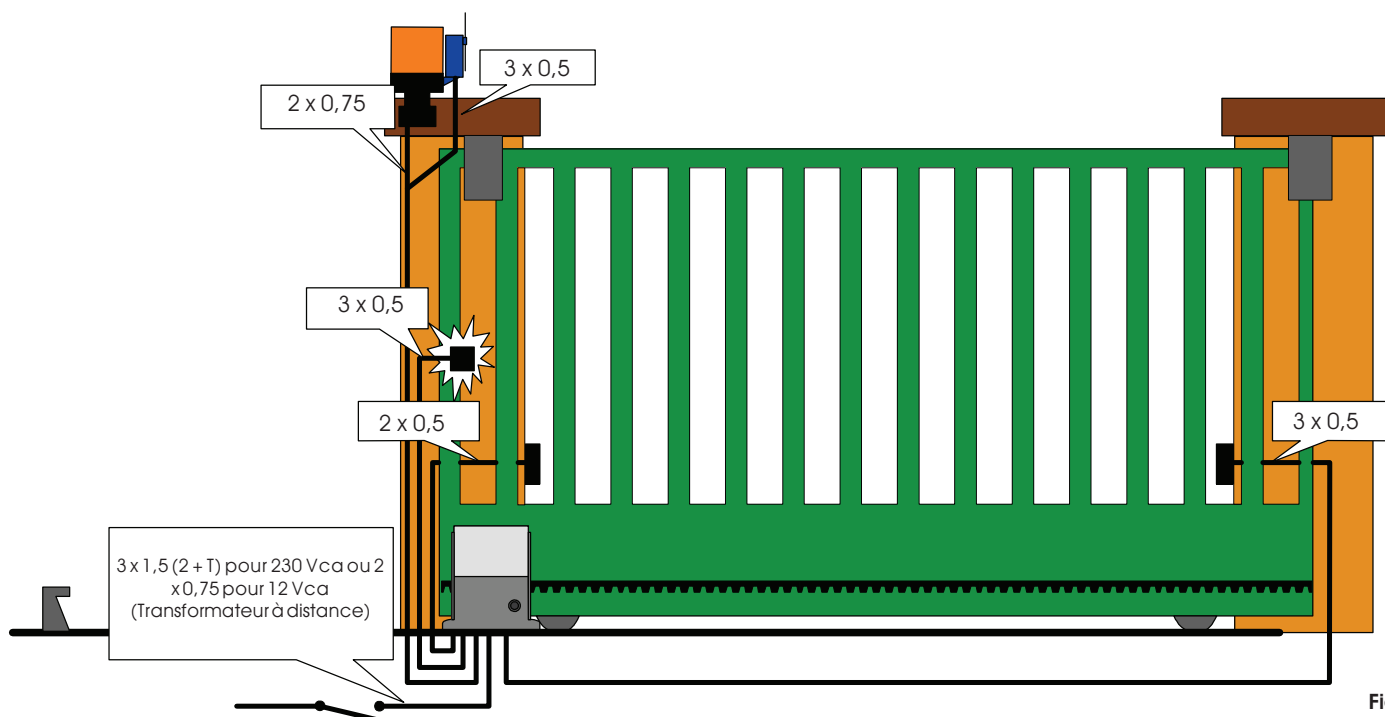

Fig. 4
- Prédistribuer les câbles électriques pour la connexion aux accessoires et l'alimentation électrique, d'après la Fig. 4. Pour réaliser facilement les connexions, faire sortir les câbles de la longueur nécessaire pour la connexion au bornier, au transformateur et à la platine de décodage (si présents).